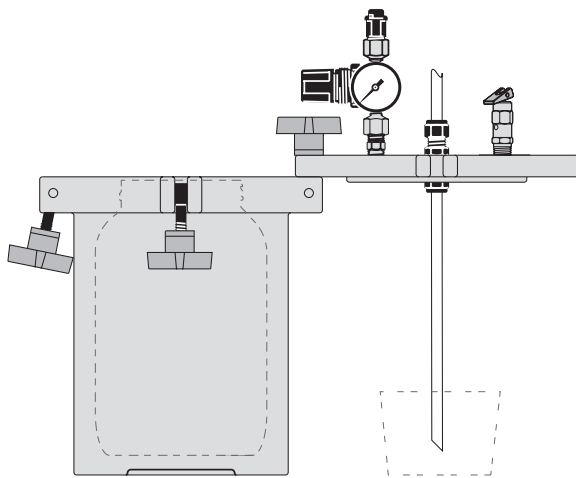

図2
2. リリーフバルブ ② を開けます。空気が抜けるシューツという音がなくなるまで、リリーフバルブを開けたままにします。
3. ゲージが圧力0を指していることを確認してください ③。→ゲージが0を指していたら、クランプ ④ をゆっくりと解放し、図2のようにふたを取り外します。
3. タンクのふたを取り外し、クランプを一つ取り付けて、一時的に保管します(図2)。タンクの再充填時には、供給チューブから液剤が垂れ落ちますので、適切な容器をチューブの下においてください。